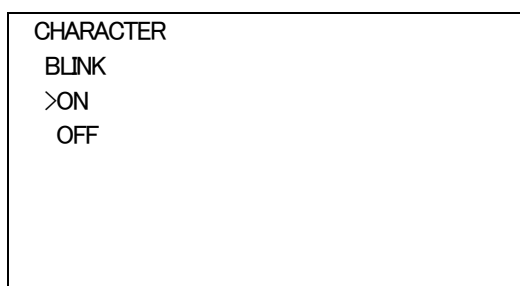

図4-13 オンスクリーンメニュー(BLINK例)
- 1)キャラクターメニューで「BLINK」を選択し、**ENTER**ボタンを押すと図4-13のような設定メニューが表示されます。